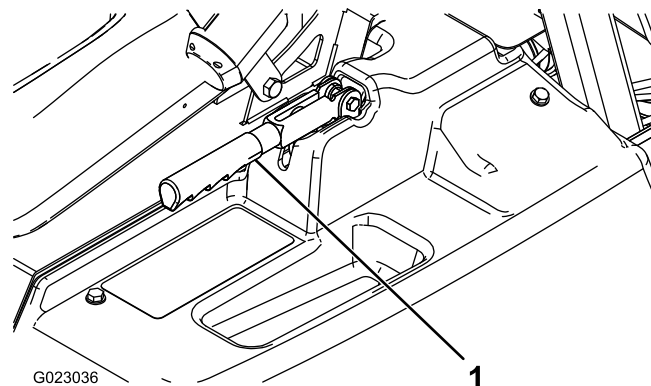

Bild 53
2. Lösen Sie die Stellschraube, mit der das Handrad am Feststellbremshebel befestigt ist (Bild 53).